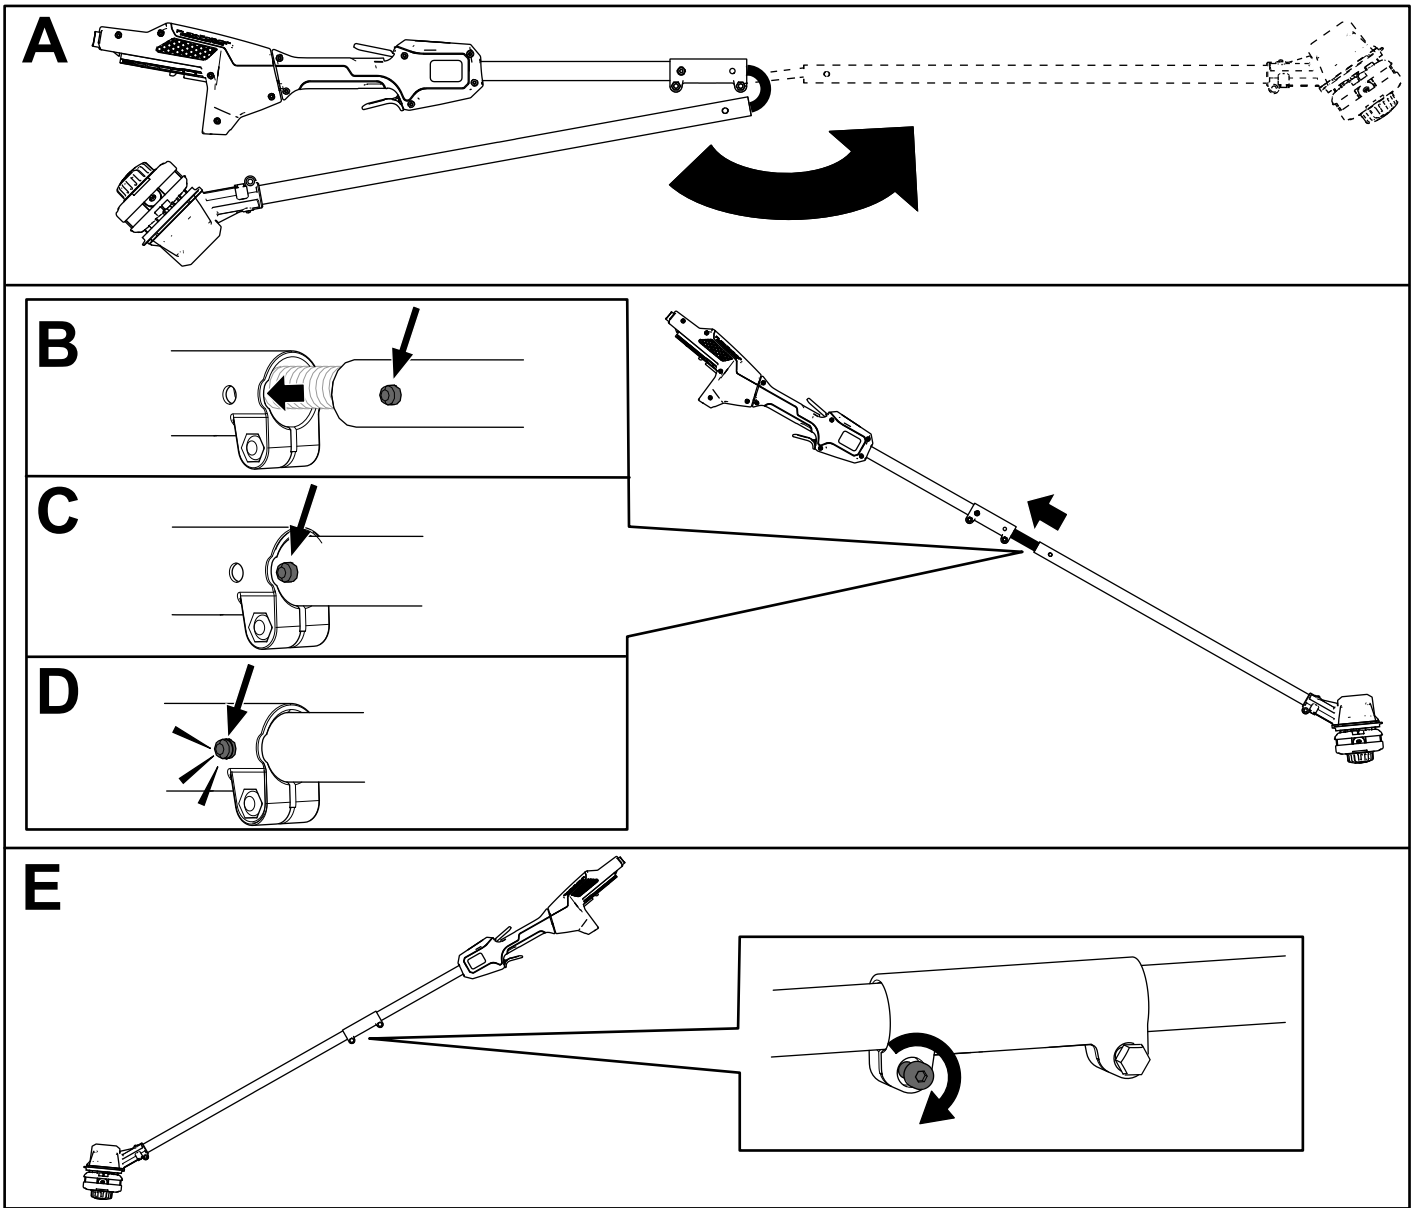

Figura 1
1. Aprite l'albero (A della Figura 1).
2. Allineate il pulsante di bloccaggio sull'albero inferiore con il foro scanalato sull'albero superiore e fate scorrere insieme i 2 alberi (B e C della Figura 1).
**Nota:** Il pulsante di bloccaggio scatta nel foro scanalato quando entrambi gli alberi sono fissati (D della Figura 1).
3. Utilizzando la chiave a brugola in dotazione, serrate la vite sul connettore dell'albero fino a quando non è fissata (E della Figura 1).